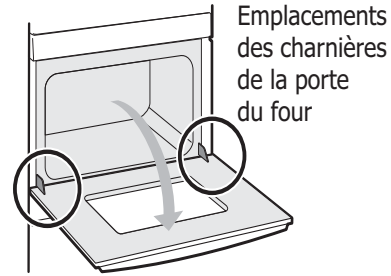

Figure 47 : Emplacement des charnières de la porte
1. Ouvrez complètement la porte du four de façon à ce qu'elle soit parallèle au sol (voir Figure 47).
3. Ouvrez complètement la porte du four, parallèlement au sol (voir Figure 47).